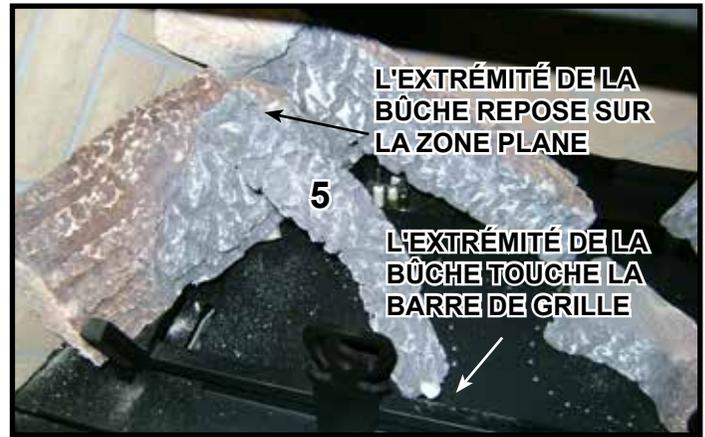

Figure 13. Bûche n° 5
**Bûche n° 5 (SRV2227-706)** : Placez l'extrémité gauche de la bûche sur la zone plane de la bûche, comme il est indiqué à la figure 6. L'extrémité droite de la bûche devrait reposer sur le brûleur et toucher la barre de grille, comme il est indiqué à la Figure 13.